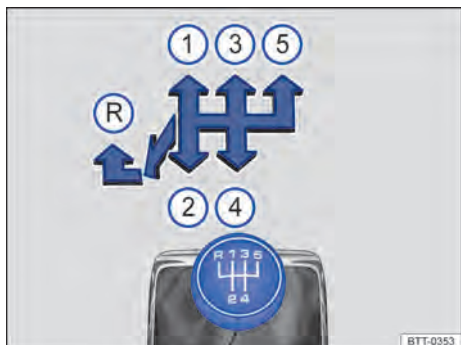
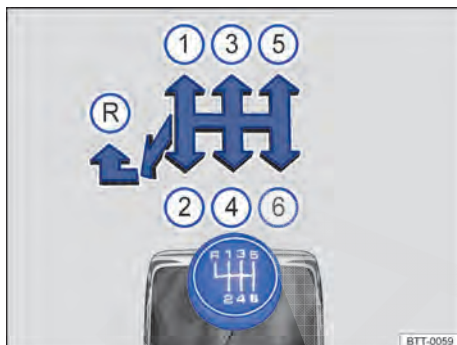

Fig. 162 Esquema de troca de marchas da transmissão manual de 5 marchas.
Fig. 163 Esquema de troca de marchas da transmissão manual de 6 marchas.
As posições de cada marcha estão representadas na alavanca da transmissão ⇒ **Fig. 162** ou ⇒ **Fig. 163**.
- Empurrar a alavanca da transmissão totalmente para a esquerda e depois para frente até a posição da marcha a ré ⇒ **Fig. 162**  ou ⇒ **Fig. 163** .